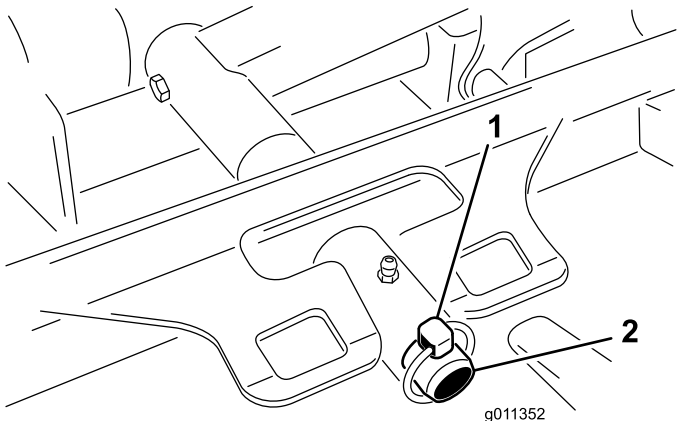

Bild 125
3. Entfernen Sie den Klappstecker (für Groundsmaster 4500-Maschinen) oder die Befestigungsmutter (für Groundsmaster 4700-Maschinen), mit dem bzw. der der Mähwerkträgerahmen am Lagerbolzen des Hubarms befestigt ist (Bild 125).
2. Schieben Sie den Trägerrahmen des Mähwerks auf den Lagerbolzen des Hubarms (Bild 125). Befestigen Sie das Mähwerk mit dem Klappstecker (für Groundsmaster 4500-Maschinen) oder der Befestigungsmutter (für Groundsmaster 4700-Maschinen) am Lagerbolzen.